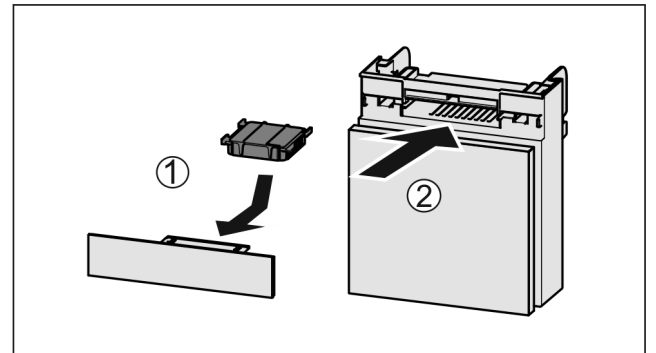

Fig. 56
- ▶ Aktivkohlefilter nach Abbildung einsetzen Fig. 56 (1).
- ▶ Fach einschieben Fig. 56 (2).